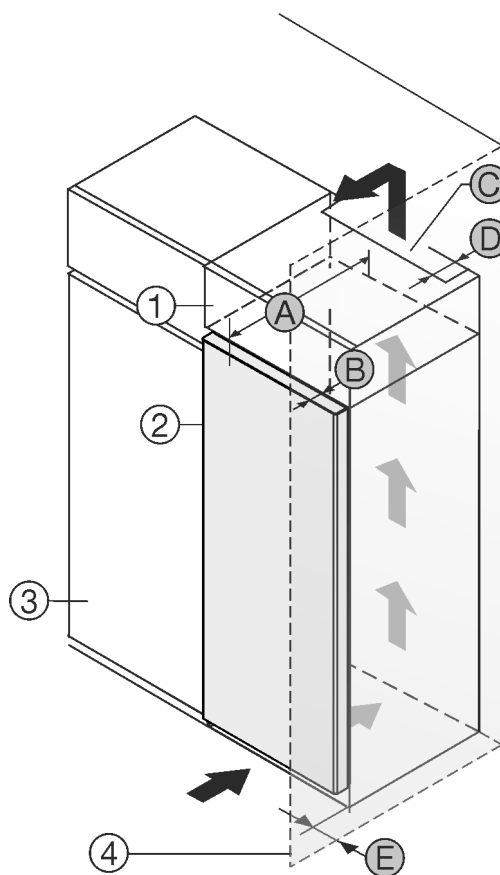

Fig. 1
È possibile posizionare l'apparecchiatura accanto a un mobile da cucina Fig. 1 (3)\*
Sul lato posteriore dell'armadietto sovrapponibile deve essere presente un vano di scarico dell'aria con la profondità Fig. 1 (D) che attraversa l'intera larghezza dell'armadietto sovrapponibile.\*
Sotto al soffitto deve essere presente la sezione di ventilazione Fig. 1 (C)\*
Se si installa l'apparecchiatura con le cerniere accanto a una parete Fig. 1 (4), la distanza tra l'apparecchiatura e la parete deve essere di almeno 13 mm.\*
Se si installa l'apparecchiatura con le cerniere accanto a una parete Fig. 1 (4), la distanza tra l'apparecchiatura e la parete deve essere di almeno 20 mm.\*
Per poter aprire completamente la porta, installare l'apparecchiatura in modo che sporga dal frontale del mobile da cucina almeno della misura della profondità della porta Fig. 1 (B). L'apparecchiatura può sporgere ulteriormente a seconda della profondità dei mobili da cucina Fig. 1 (3) e dell'utilizzo di distanziatori a parete.\*